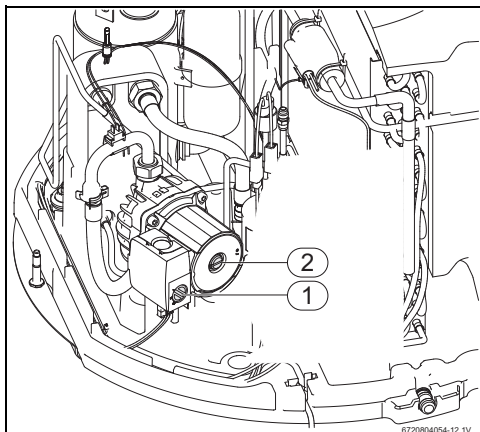

Fig. 12 Bomba de agua caliente
- ▶ Poner el selector de la bomba de calefacción (fig. 12, [1]) en « III ».
- ▶ Abrir el tornillo de vaciado de la bomba de calefacción (Fig. 12, [2]) El agua sale de forma uniforme y sin burbujas de aire.